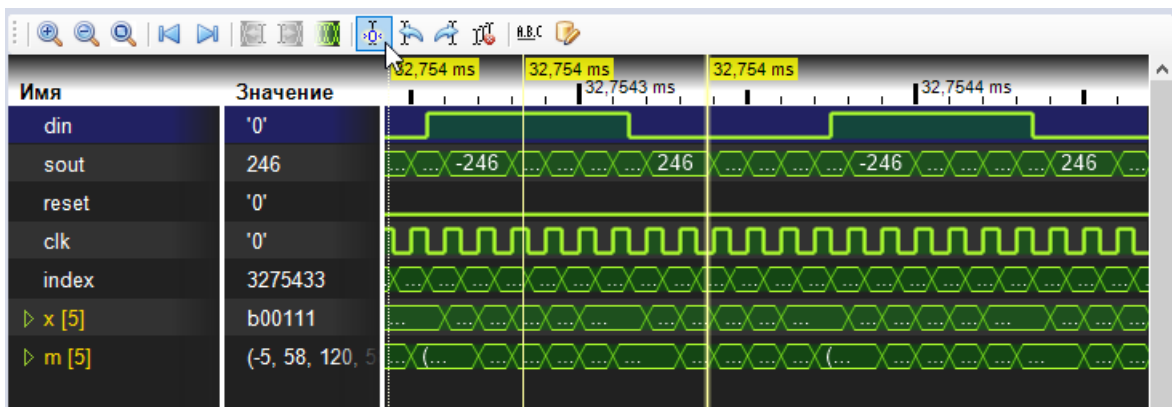

Рис. 38 Назначение курсора в качестве относительной точки отсчета
2. Нажмите кнопку , см. Рис. 38.